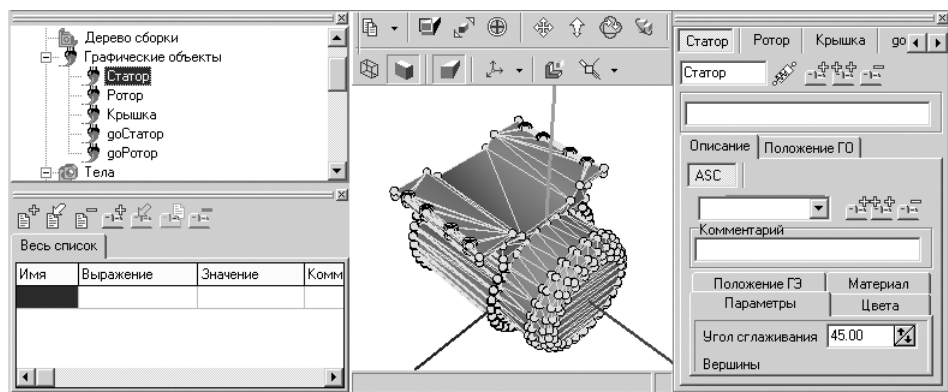

Рис. 2.93. Фрагмент главного окна системы **Универсальный механизм** с окном **Индикатор** после выделения в **Дереве элементов** графического объекта **Статор**
- щелкните в раскрывшемся списке графических объектов по объекту **Статор**. Появится соответствующее окно **Индикатор**, см. рис. 2.93;